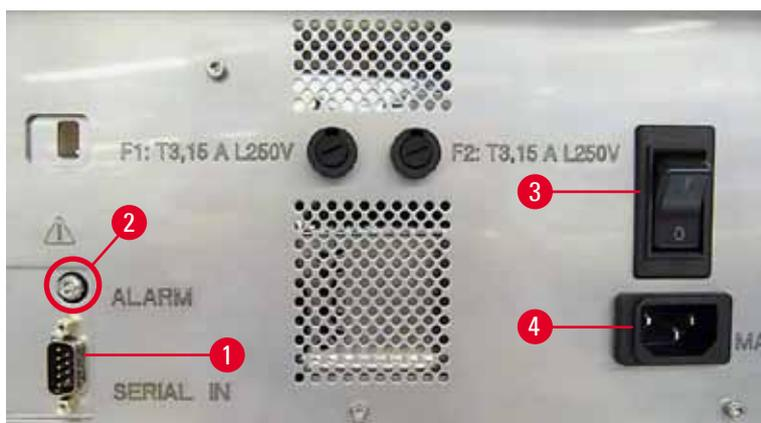

Fig. 27
① As conexões elétricas estão localizadas no painel traseiro do aparelho (→ "Fig. 27").